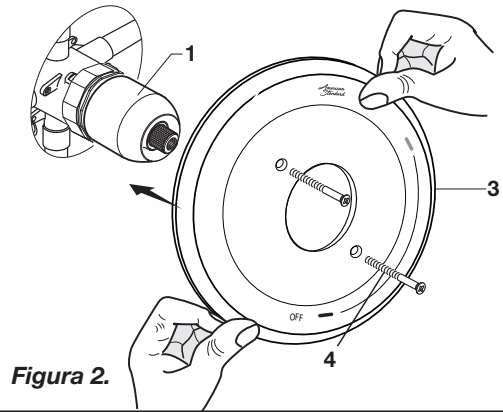

Figura 2.
- **Figura 2.** Empuje el CHAPETÓN (3) en la TAPA (1) y fije le cuerpo de la válvula usando los TORNILLOS LARGOS (4).